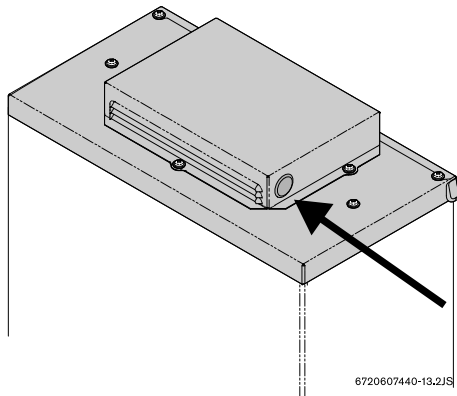

Fig. 35
- ▶ Coloque el interruptor On/Off en posición OFF (0).
- ▶ Retire el tornillo de cabeza plana de cobre del collarín de escape como se indica en la Fig. 35.